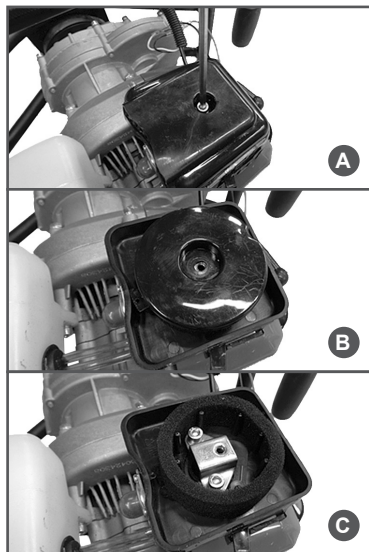

Рис. 13 Обслуживание воздушного фильтра
смеси. Для предотвращения неисправностей двигателя надо осуществлять регулярное обслуживание воздушного фильтра (Рис. 13). При работе в условиях повышенной запыленности необходимо чаще обслуживать воздушный фильтр.
1. Открутите винт и снимите крышку воздушного фильтра (Рис. 13А).
- Снимите внутреннюю крышку фильтра (Рис. 13В).
- Извлеките воздушный фильтр из корпуса (Рис. 13С) и проверьте его на отсутствие повреждений.